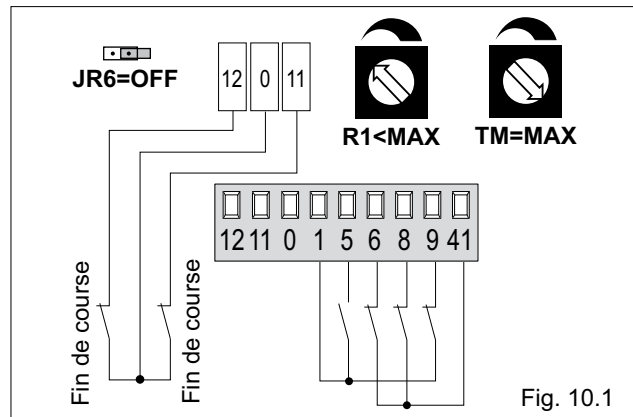

Fig. 10.1
- (Fig. 10.1) relier les contacts N.C. des fins de course d'ouverture et de fermeture aux connecteurs faston 12-0-11;